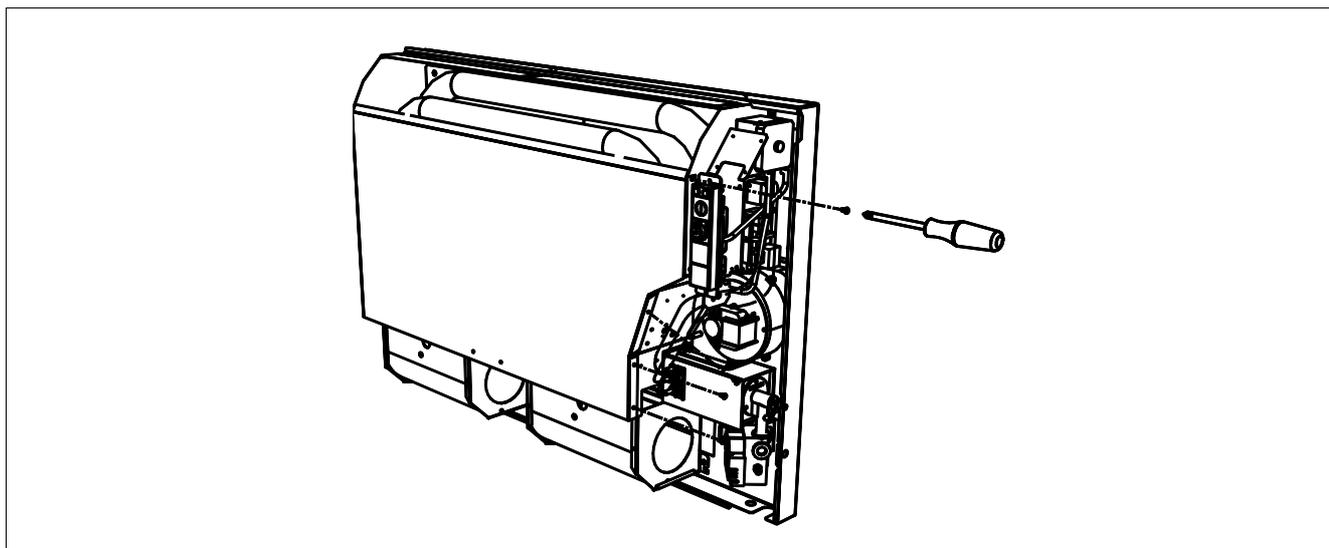

Рисунок 12 – СНЯТИЕ ПЕРЕДНЕЙ ПАНЕЛИ ДЛЯ МОДЕЛЕЙ 8001 И 8002
8. Для моделей 8001 и 8002 разобрать переднюю панель, откручивая боковые винты (см. Рисунок 12).
19. В моделях 8001 и 8002 вернуть на место передний кожух (см. Рисунок 12).